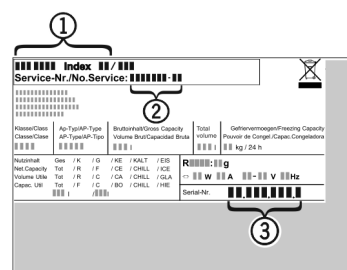

Fig. 7
- ▶ A készülék megnevezését Fig. 7 (1), a szerviz- Fig. 7 (2) és sorozatszámot Fig. 7 (3) a típustábláról olvassa le. A típustábla a készülék belsejében baloldalon található.
- ▶ Értse meg a vevőszolgálatot a hibáról, és adja meg nekik a készülék megnevezését Fig. 7 (1), a szerviz- Fig. 7 (2) és a sorozatszámot Fig. 7 (3).